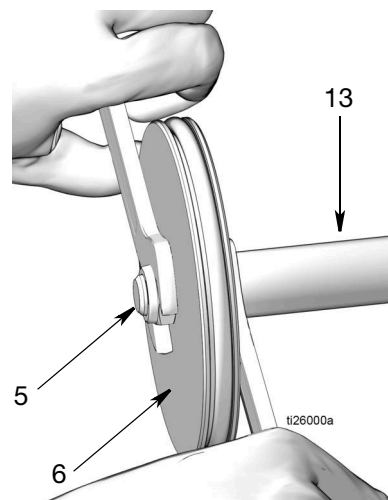

FIG. 19
15. Vástago del pistón (13) y pistón (6)
- a. Saque el vástago del pistón (13) y el pistón (6) del cilindro de aire (2) (FIG. 19).
- b. Para separar el vástago del pistón (13) y el pistón (6), utilice dos llaves trabajando en direcciones opuestas. Fije una llave de boca en la parte plana del vástago del pistón y con la otra llave afloje la tuerca (5) como se observa en FIG. 19.